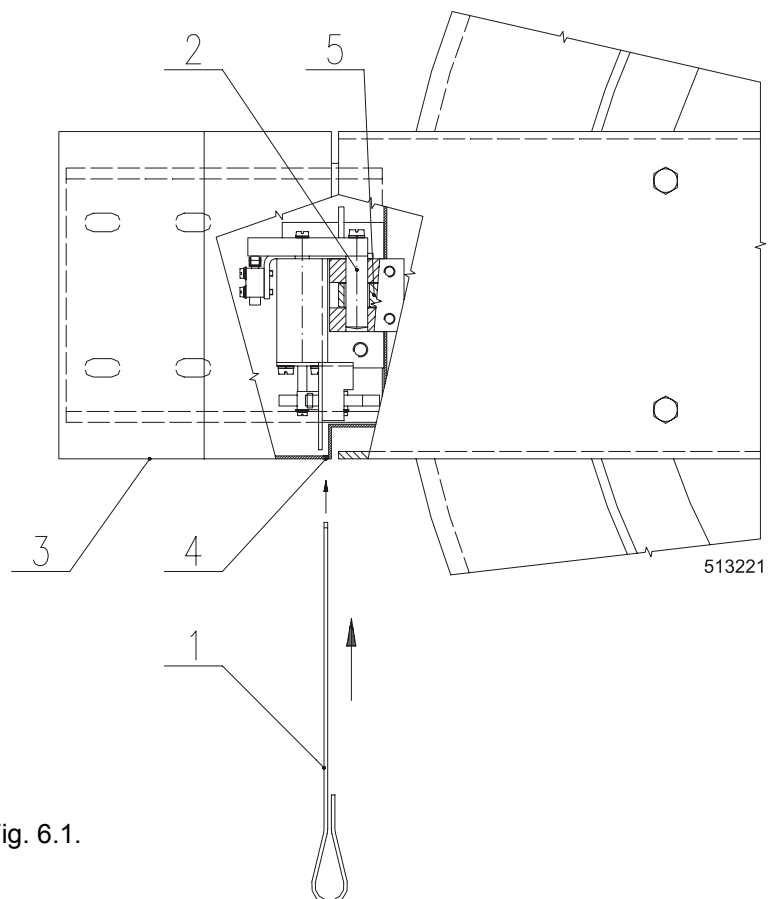

Fig. 6.1.
Quando la pressione dell'oblò è rilasciata, il blocco può essere aperto manualmente. Inserire l'accessorio (1 - accluso), fig. 6.1., nell'apertura (4) della copertura del blocco (3) e spingere. In questo modo si solleva la serratura meccanica (2) e il blocco viene rilasciato. Il blocco resta rilasciato anche dopo aver rimosso l'accessorio.